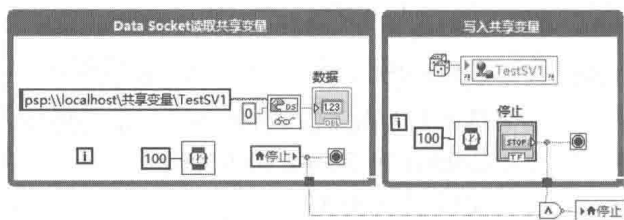

图 13-29 利用 DataSocket API 函数读取共享变量
- ◆ DataSocket API: 使用 DataSocket API 函数读写共享变量, 如图 13-29 所示。